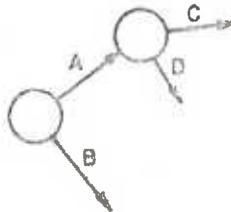

FIGURA 13
b) Introduciendo la segunda condición tendremos (figura 13):